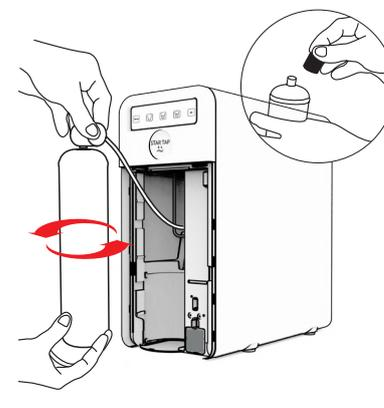

Fig. 4-14
**25.2** - Se la bombola è già presente all'interno dell'apparecchio nell'apposito alloggiamento, estrarla afferrandola nella parte inferiore e mantenerla verticale, Fig. 1-14 e svitarla dal riduttore di pressione. Nel caso che la bombola non sia presente procurarsi una bombola idonea per essere installata all'interno dell'apparecchio avente le caratteristiche descritte nel paragrafo **24**, in termini di compatibilità con l'apparecchio e con il riduttore di pressione presente nell'apparecchio. Togliere il cappuccio in gomma di protezione della valvola posta sul lato superiore della bombola, Fig. 4-14.
**25.3** - Accoppiare il filetto femmina del riduttore con il filetto maschio della valvola della bombola, Fig. 4-14. Tenere fermo il riduttore con una mano e ruotare la bombola con l'altra mano fino a che le due parti risultano essere completamente avvitate. **Tenere la bombola verticale con la valvola rivolta verso l'alto.**
**Fig. 4-14.** Serrare ulteriormente a mano bombola e riduttore applicando una leggera forza, l'eventuale sfiato di una piccola quantità di gas durante la fase finale del serraggio è da considerarsi normale.